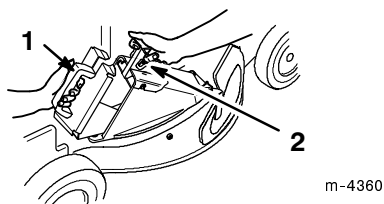

Figure 52
3. Ouvrez le volet d'éjection en tirant la poignée en arrière (Fig. 52) et gardez-le ouvert pendant que vous introduisez l'obturbateur.